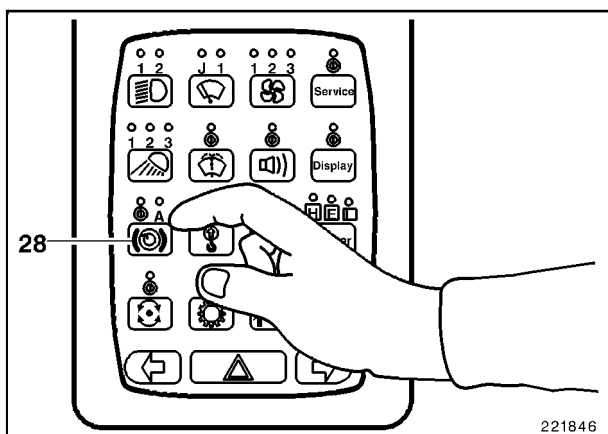

Fig. 4
El LED **A** encima de la tecla (28, Fig. 4) se encenderá.
- Conectar el control piloto por la palanca (77).
- Al desviar la palanca de mando Giro (78) se soltará el freno de sujeción del chasis superior, el chasis superior se girará.
- Pulsar la tecla (28, Fig. 4) repetidamente hasta que ya no esté encendido ningún diodo luminoso.
- Pulsar una vez la tecla (28, Fig. 4), el diodo luminoso **I** se encenderá.